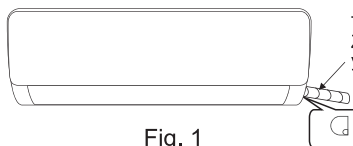
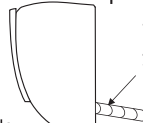

Fig. 1
Fig. 2
1. Dependiendo de la posición de la unidad, la tubería puede enrutarse lateralmente desde la izquierda o la derecha (Fig. 1), o verticalmente desde la parte posterior (Fig. 2)(dependiendo de la longitud de la tubería de la unidad interior). En el caso de enrutamiento lateral, corte el material de corte de salida del lado opuesto.